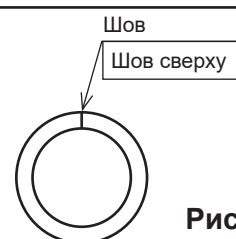

Рис. 3
- Изоляционный материал должен располагаться швами вверх. (См. рис. 3)